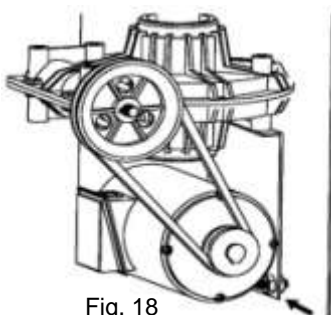

Fig. 18
- Compruebe la tensión de la correa trapezoidal cada 6 meses (fig. 18).